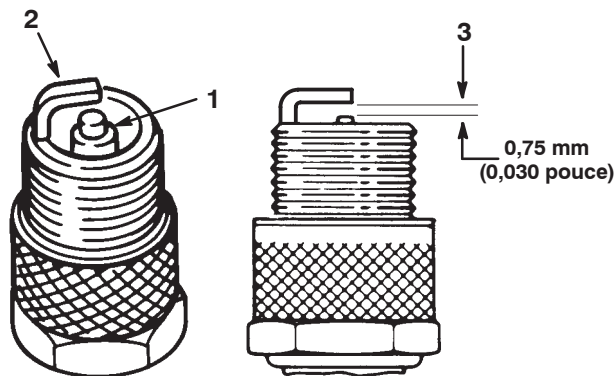

Figure 35
1. Inspectez le centre des bougies (Fig. 35). Si le bec de l'isolateur est recouvert d'un léger dépôt gris ou brun, le moteur fonctionne correctement. S'il est couvert d'un dépôt noir, c'est généralement signe que le filtre à air est encrassé.
2. Contrôlez l'écartement entre l'électrode centrale et l'électrode latérale (Fig. 35).
Remarque : Courbez l'électrode latérale (Fig. 35) si l'écartement est incorrect.